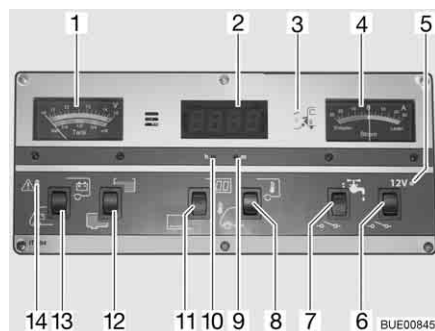

Fig. 172 Panel IT 994
Observar la escala superior del instrumento indicador V/depósito (Fig. 172,1). El instrumento indicador se ilumina automáticamente al accionar el interruptor.
- Pulsar el interruptor basculante (Fig. 172,13) por abajo: Indica la tensión de la batería del motor de arranque.
- Pulsar el interruptor basculante (Fig. 172,13) por arriba: Indica la tensión de la batería del habitáculo.
Observar la escala inferior del instrumento indicador V/depósito (Fig. 172,1). El instrumento indicador se ilumina automáticamente al accionar el interruptor.
- Pulsar el interruptor basculante (Fig. 172,12) por arriba: Indica la cantidad de agua.
- Pulsar el interruptor basculante (Fig. 172,12) por abajo: Indica la cantidad de aguas residuales.
La luz roja de ALARMA (Fig. 172,14) parpadea en cuanto la tensión de la batería del habitáculo baja de 11 V (medición durante el servicio) y hay peligro de descarga completa.
- Conectar:* ■ Pulsar el interruptor basculante (Fig. 172,11) por arriba: El indicador del reloj digital está conectado. El indicador de temperatura está listo para funcionar.
- Desconectar:* ■ Pulsar el interruptor basculante (Fig. 172,11) por abajo: El indicador del reloj digital y el indicador de temperatura están desconectados.
- Ajustar:* ■ Con ayuda de un objeto delgado, p. ej. una mina de bolígrafo, hacer presión en el orificio para horas (Fig. 172,10) hasta obtener la hora deseada.
■ Con ayuda de un objeto delgado, p. ej. una mina de bolígrafo, hacer presión en el orificio para minutos (Fig. 172,9) hasta obtener los minutos deseados.
- Indicar:* ■ Pulsar el interruptor basculante (Fig. 172,8) por arriba: Indica la temperatura interior.
■ Pulsar el interruptor basculante (Fig. 172,8) por abajo: Indica la temperatura exterior.
El instrumento indicador (Fig. 172,4) indica constantemente la corriente actual suministrada por la batería. El instrumento indicador se ilumina automáticamente al accionar el interruptor.
El interruptor principal de 12 V (Fig. 172,6) conecta y desconecta el panel y la alimentación de 12 V del habitáculo.
- Pulsar el interruptor basculante (Fig. 172,6) por arriba: La alimentación de 12 V del habitáculo está conectada. La luz de control (Fig. 172,5) se enciende de color verde.
- Pulsar el interruptor basculante (Fig. 172,6) por abajo: La alimentación de 12 V del habitáculo está desconectada. La luz de control (Fig. 172,5) se apaga.
Se enciende la luz de control de 12 V (Fig. 172,5) cuando se conecta el interruptor principal de 12 V (Fig. 172,6).
Se enciende la luz de control de 230 V (Fig. 172,3) amarilla cuando hay tensión de red en la entrada del bloque eléctrico.
Conectar: ■ Pulsar el interruptor basculante (Fig. 172,7) por arriba: El suministro de agua está conectado.
Desconectar: ■ Pulsar el interruptor basculante (Fig. 172,7) por abajo: El suministro de agua está desconectado.